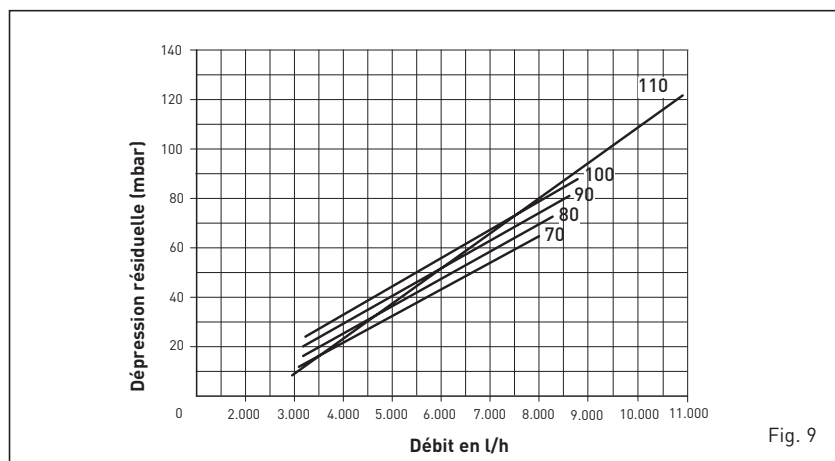

Fig. 9
3.4 DEPRESSION DISPONIBLE POUR L'INSTALLATION (fig. 9)
La dépression résiduelle est représentée sur le graphique de la fig. 9.